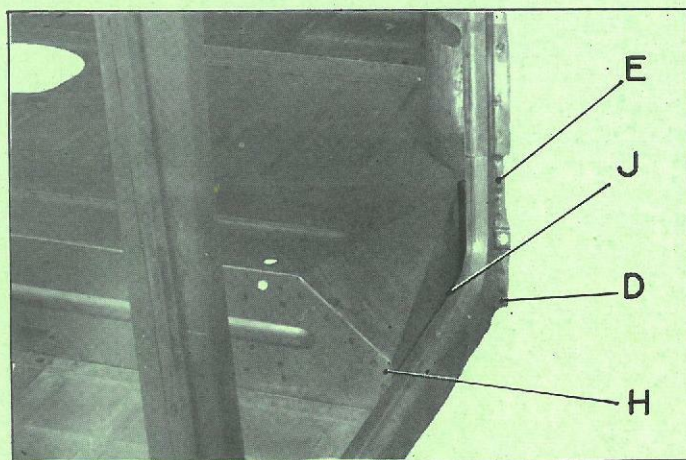

Fig. 3
- HJ et symétriquement (fig. 3).